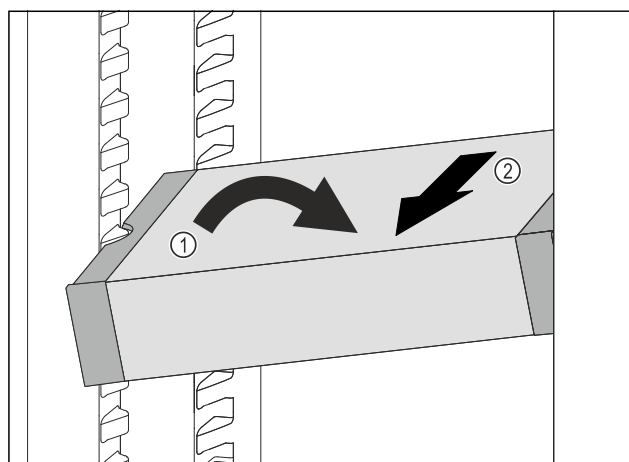

Fig. 151
- VarioSafe postavte v chladničce šikmo. Fig. 151 (1)
- VarioSafe odeberte směrem dopředu. Fig. 151 (2)